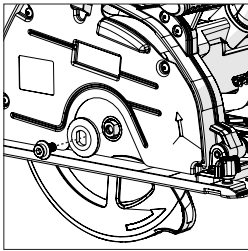

Fig. 5
- Retire y guarde a buen resguardo el perno de la hoja y la brida exterior. (**Fig.5**)